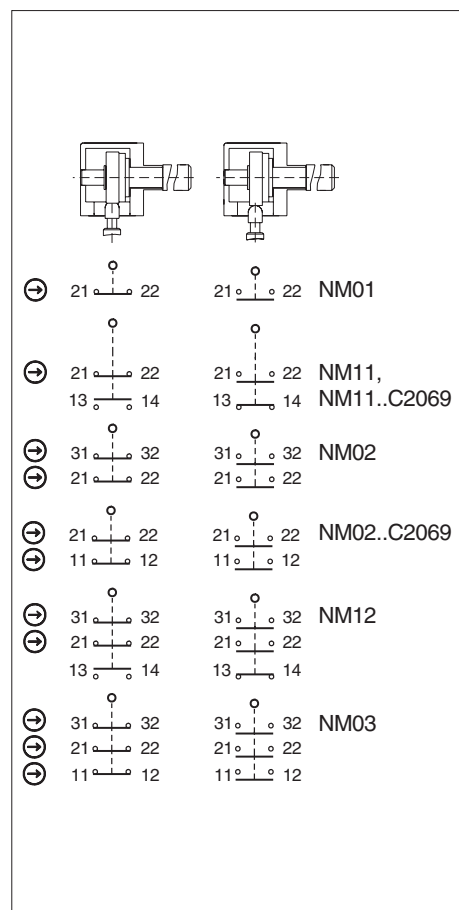

Bild 4: Schaltelemente und Schaltfunktionen
Die Sicherheitskontakte \rightarrow werden dabei zwangsweise geöffnet (siehe Bild 4).
Die detaillierten Schaltzustände für Ihren Schalter finden Sie in Bild 4. Dort sind alle verfügbaren Schaltelemente beschrieben.
Es muss mindestens ein Kontakt \rightarrow verwendet werden. Dieser signalisiert die Stellung der Schutzeinrichtung (Kontaktbelegung siehe Bild 4).
3. Anschließen und Klemmen mit 0,5 Nm anziehen (Kontaktbelegung siehe Bild 4).